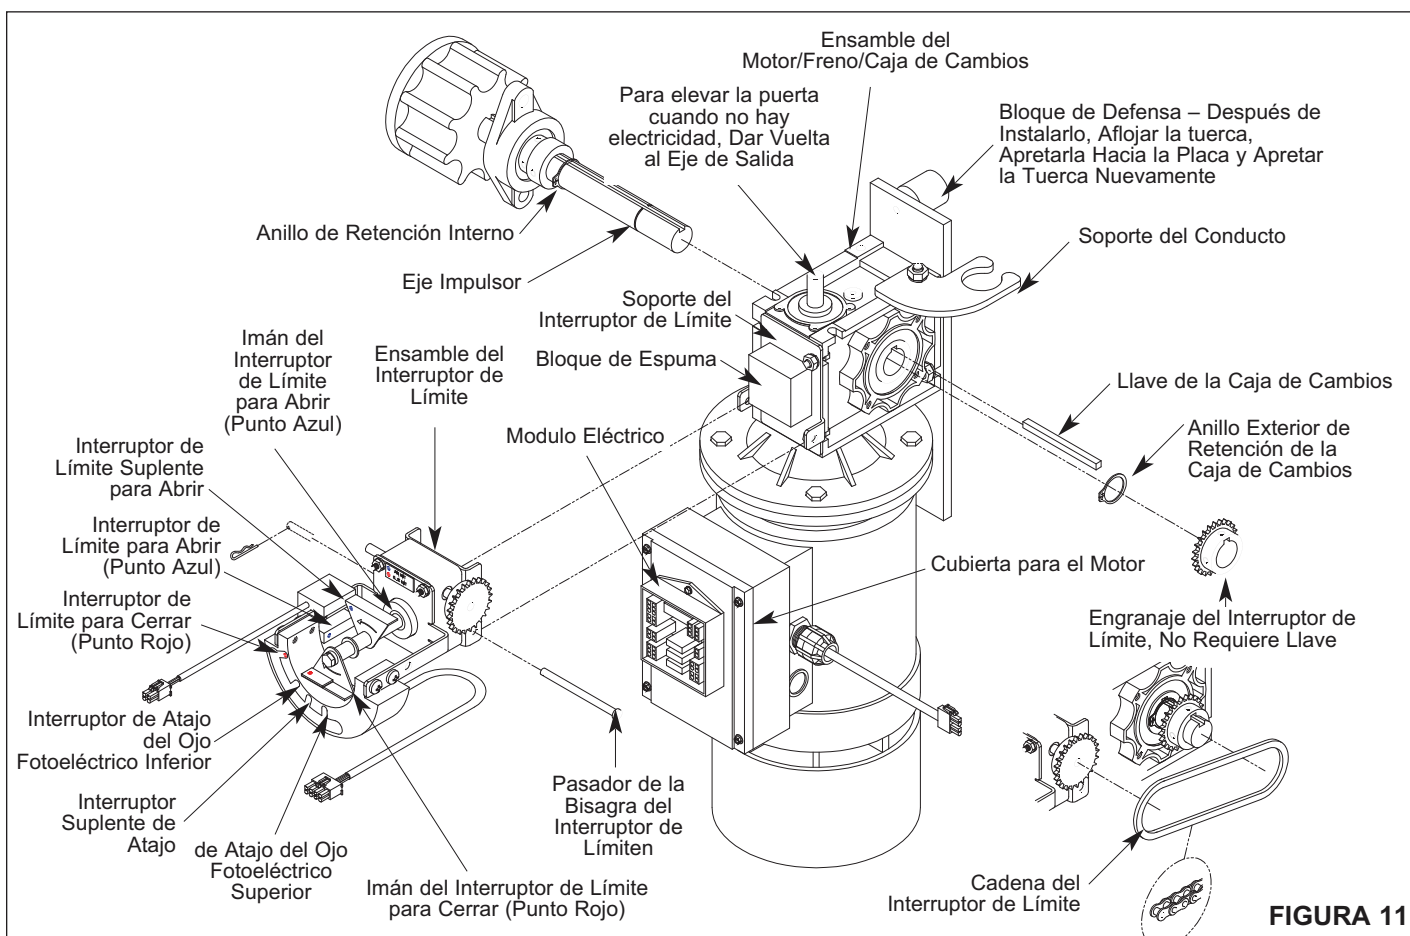

FIGURA 11
3. Deslizar la caja de cambios hacia el eje hasta que sobre el anillo de retención, Figura 11.